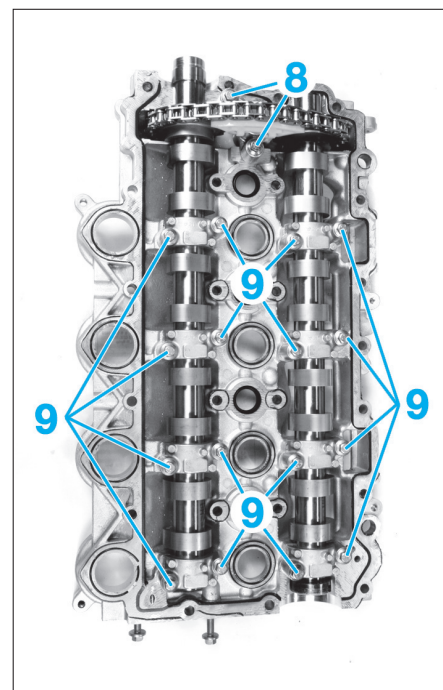

Fig. 77
- les vis de fixation (8) (Fig.77) du tendeur de chaîne,
- les vis de fixation des paliers d'arbre à cames (9),